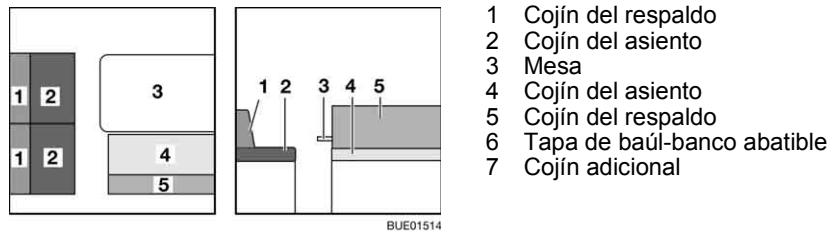

Fig. 137 Antes de la transformación
- Transformar la mesa (Fig. 137,3) en base de cama (véase apartado 6.11).
- Quitar los cojines del respaldo (Fig. 137,1 y Fig. 137,5) y los cojines del asiento (Fig. 137,2) y depositarlos a un lado.